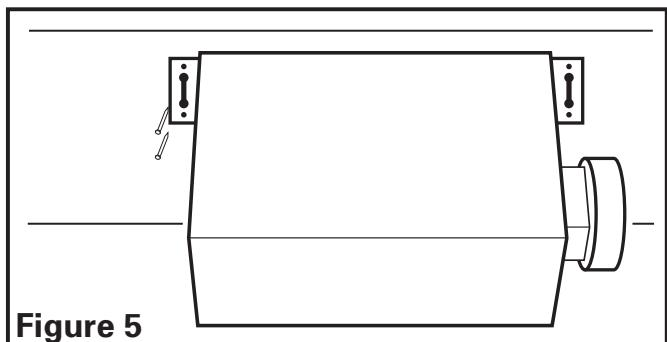
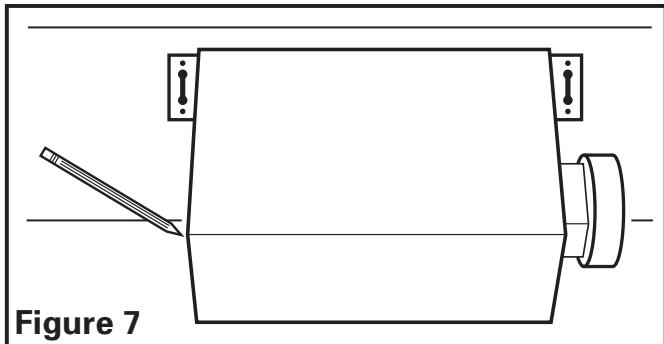

Figure 5
Figure 7
- Installation des Onglets de montage:** Aligner le châssis pour qu'il soit à effleurement avec le plafond fini. Positionner le ventilateur pour que les onglets reposent à plat contre la solive et fixer en place à l'aide de quatre (4) clous (non-compris) pour assurer une bonne installation (**Figure 5**).
- 1a. Installation des onglets de montage:** Positionner le châssis contre la solive et tracer un contour du châssis sur le matériau du plafond (**Figure 7**). Mettre le châssis de côté et découper l'ouverture, en prenant soin de ne pas couper de câble électrique dissimulé ou autre utilité. Placer le châssis près de la solive et vous assurer qu'il soit à effleurement avec le plafond fini. Fixer avec quatre (4) clous (non-compris) pour assurer une installation adéquate (**Figure 5**).